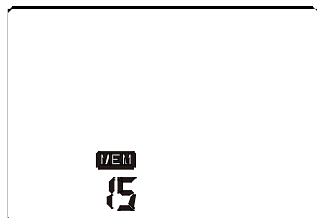

Figura 7
- a. Dopo la misurazione, è possibile rivedere le misurazioni salvate nell'unità di memoria premendo il pulsante "mem". Il display lcd visualizza ora tutti i risultati presenti nell'unità di memoria corrente. Vedere figura 7.